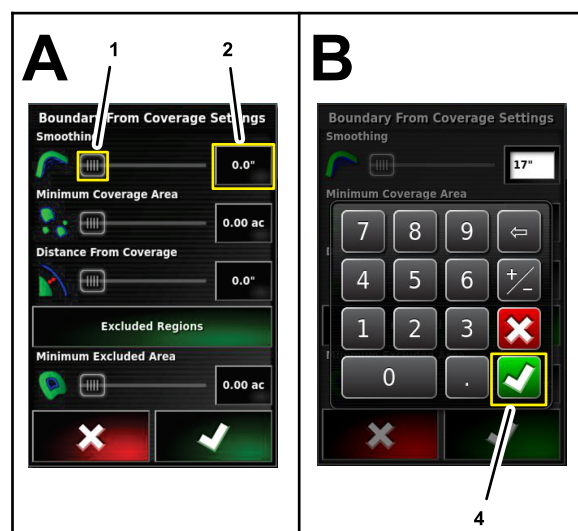

Figure 52
3. Appuyez sur l'icône de chiffre pour le réglage Lissage (Figure 52). Utilisez le clavier virtuel pour saisir une valeur, puis appuyez sur l'icône de confirmation.